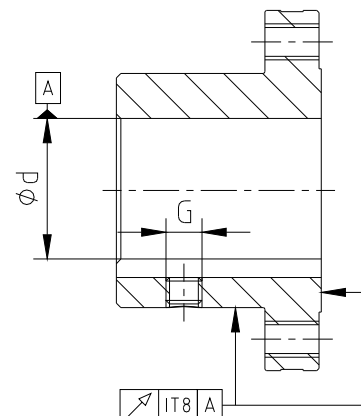

Bild 3: Rund- und Planlaufgenauigkeit
- Bei Herstellung der Bohrung durch den Kunden ist die Rund- bzw. Planlaufgenauigkeit (siehe Bild 3) einzuhalten.